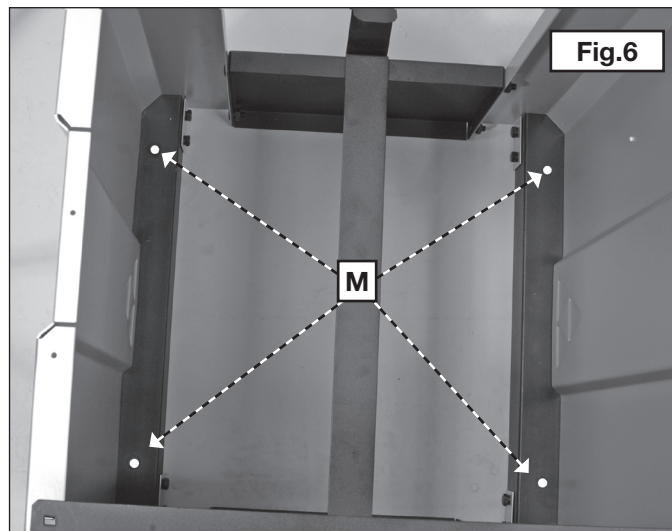

Fig. 6
Si lo desea, puede fijar la base al piso. Para ello, puede usar los cuatro orificios (M) Fig. 6.